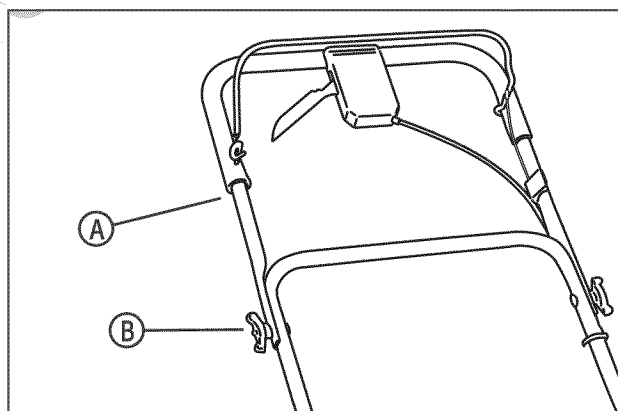

Figura 2: extensión de la manija superior
4. Coloque la manija superior (A, Figura 2) en la posición operativa (hacia arriba). Apriete las tuercas mariposa (B).